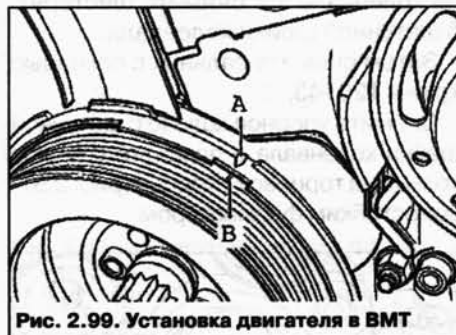

Рис. 2.99. Установка двигателя в ВМТ
- Приведите двигатель в ВМТ. Для этого пазы А и В должны находиться на одном уровне (рис. 2.99).